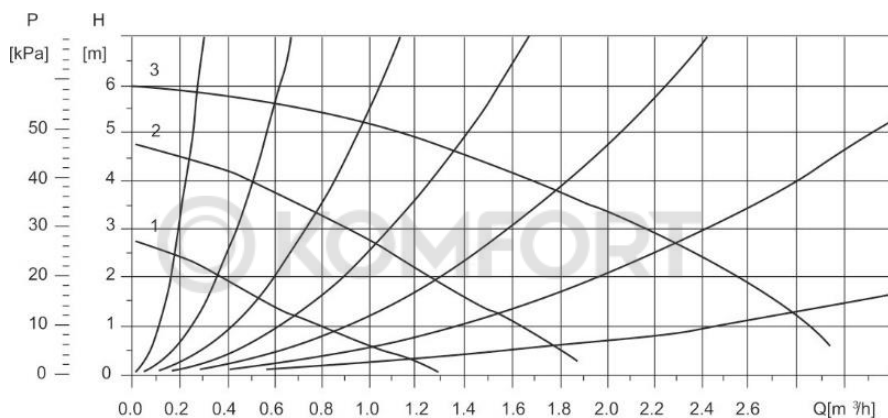

Рис. 14. Кривая характеристик давления насоса
- Схема трехфазного подключения сетевого кабеля к клеммной колодке указана в Рис. 14.